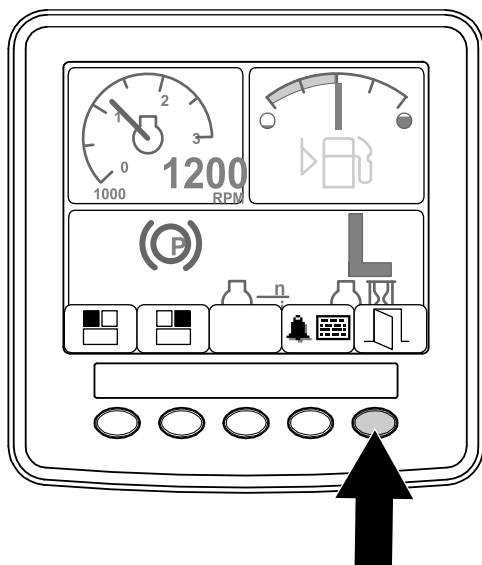

Figura 8
2. Tenete premuto il pulsante 5 per accedere a MAIN MENU (Menu principale) (Figura 8).